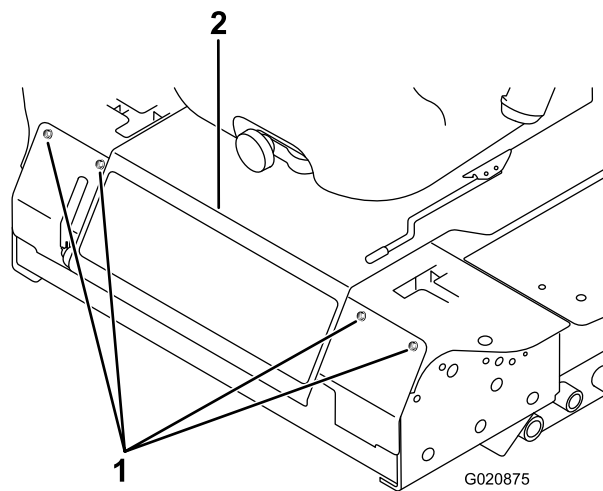

Рисунок 50
3. Снимите болты крепления передней панели и снимите переднюю панель (Рисунок 50).